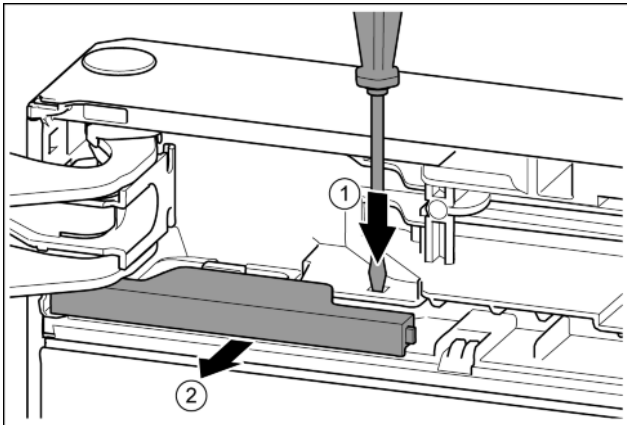

Fig. 8
- ▶ Нажать накладку шлицевой отверткой. Fig. 8 (1)
- ▶ Вынуть крышку из зацепления. Fig. 8 (2)